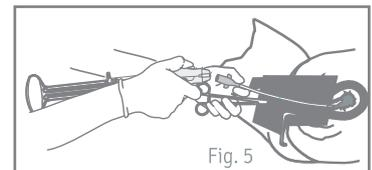

Fig. 5
2. Realice la conexión de la CÁNULA con el ASPIRADOR ya preparado de acuerdo con las instrucciones en la sección acerca de Preparación del Instrumental. (Fig. 5)